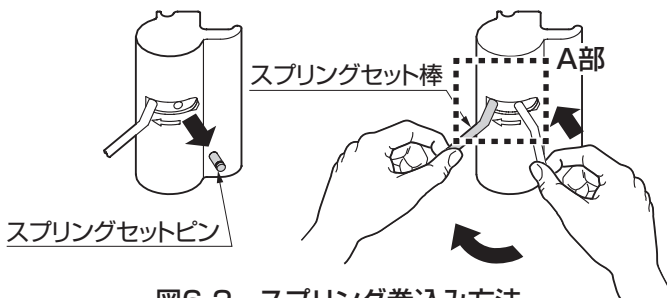

図6-2 スプリング巻込み方法
③巻込み方法は、図6-2のようにピン挿入孔にスプリングセット棒2本を順次差込み巻込みます。
④表6-1に従い、定められた巻込み量を巻込んでください。